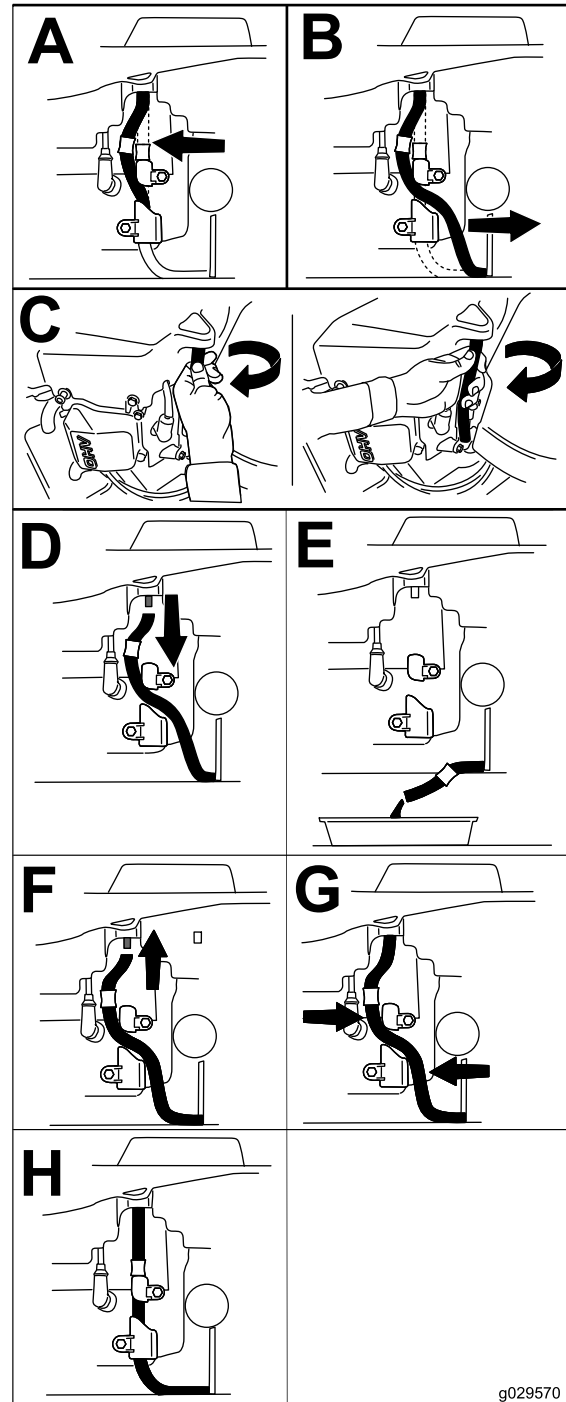

Figura 42
3. Drene el aceite del motor (Figura 42).